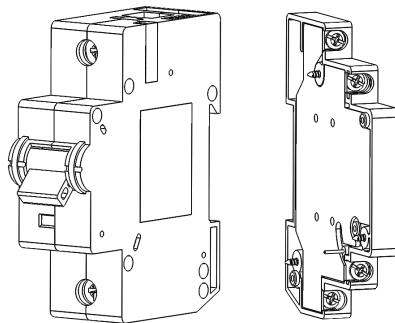

Рисунок 3
2.2 МСК состыковывается с выключателем, так что бы штифт МСК попал в отверстие механизма свободного расцепления выключателя (рис.3). Затем МСК фиксируется на выключателе с помощью 3-х винтов.